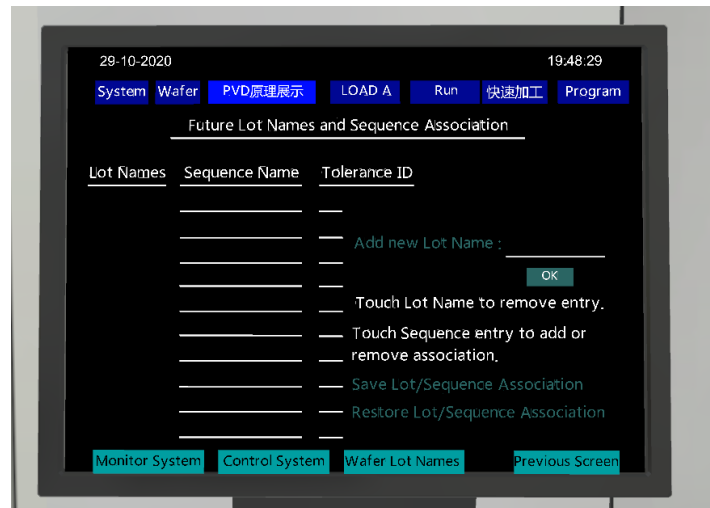

图 8-21 Add New Lot Name
2) 返回到电脑屏幕前，在“Add New Lot Name”处输入作业名称，如图 8-21 所示。